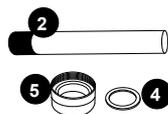

FIGURE 7
5. Retirer l'écrou à compression (5) en le tournant dans le sens contraire des aiguilles d'une montre (Figure 5). Au besoin, utiliser une pince multiprise à crémaillère (Figure 6). Vous remarquerez une rondelle de compression en acier inoxydable (4) qui glisse sur le tube de quartz; il faut conserver cette rondelle (4) pour la réutiliser plus tard (Figure 7).
6. Vous pouvez à présent nettoyer ou remplacer le tube de quartz (2). Pour nettoyer le tube de quartz (2), suivez les étapes 7 et 8, puis passez à l'étape 9. Pour remplacer le tube de quartz (2), ignorez les étapes 7 et 8 et passez directement à l'étape 9.